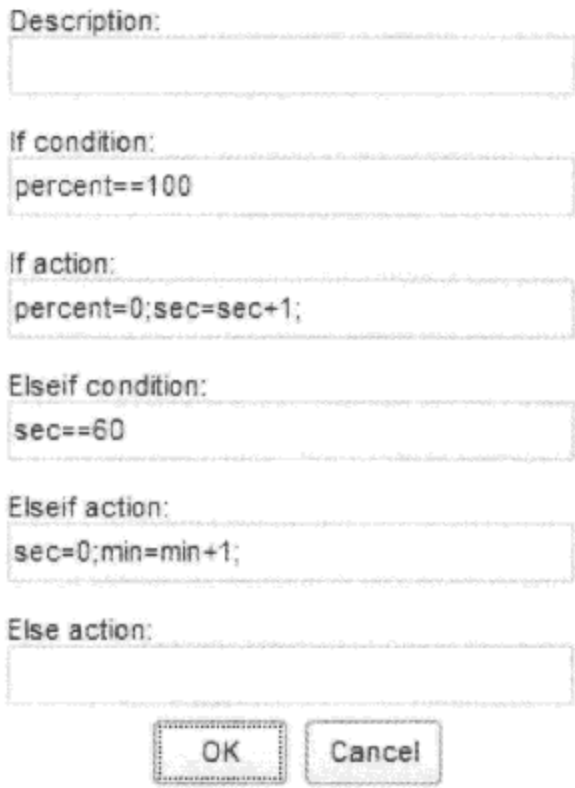

图 3.3.8 新建流程图对话框
(2) 这里选择 Patterns → Add Decision → If-Elseif-Else...,在随后打开的对话框中输入判断条件与对应的动作,如图 3.3.8 所示。